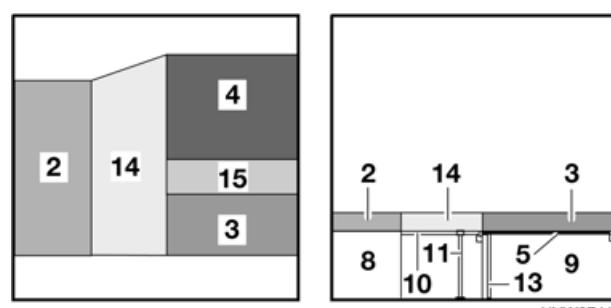

Bild 48 Nach dem Umbau
- Das Rückenpolster (Bild 48,3) der Mittelsitzbank auf die Tischplatte legen.
- Das kleine Zusatzpolster (Bild 48,15) zwischen das Sitzpolster (Bild 48,4) und das Rückenpolster (Bild 48,3) legen.
- Das große Zusatzpolster (Bild 48,14) auf die Bettkasten-Verlängerung legen.